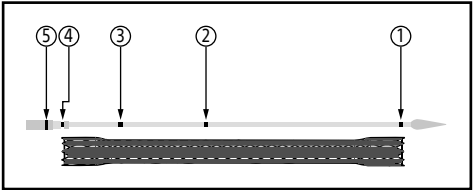

Figure 2. Système de mise en place et repères radio-opaques (RO)
Cinq repères radio-opaques (RO) facilitent le déploiement du stent sous radioscopie (Figure 2). Les deux repères RO situés sur le tube interne du système de mise en place permettent de repérer les
extrémités du stent comprimé (Figure 2, n° 1 et n° 4). Deux autres repères RO sont positionnés entre ces repères RO. Un repère RO indique le point médian du stent (Figure 2, n° 2). Un repère RO sur le tube interne indique le point auquel toute compression supplémentaire du stent n'est plus possible (Figure 2, n° 3). Le cinquième repère RO visible à l'extrémité antérieure du tube externe indique le niveau de déploiement du stent (Figure 2, n° 5). L'extrémité et la gaine interne sont également radio-opaques, pour permettre le suivi radioscopique.